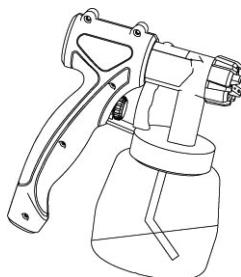

FIGURA 9.3
- Trabalhos em objetos colocados na horizontal: ajuste o tubo de alimentação para frente (ver Figura 9.3);
Nunca deite a pistola de forma que possa derramar a tinta, observe inclinação máxima (figura 9.3 e 9.4);